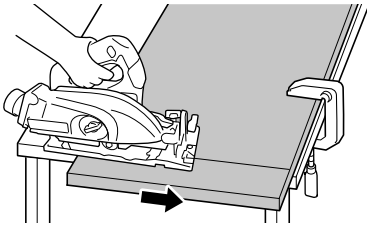
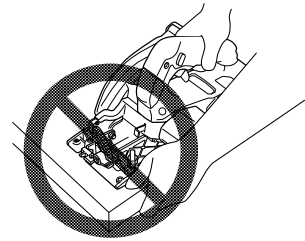

图 2
图 3
4. 将锯座的大部分放在工件有坚固支撑的部分，而非锯割后将会掉落的部分。例如，图 2 所示为锯割木板末端正确方法，图 3 为错误方法。如果工件过于短小，请将其固定。请勿手握较短的部分！